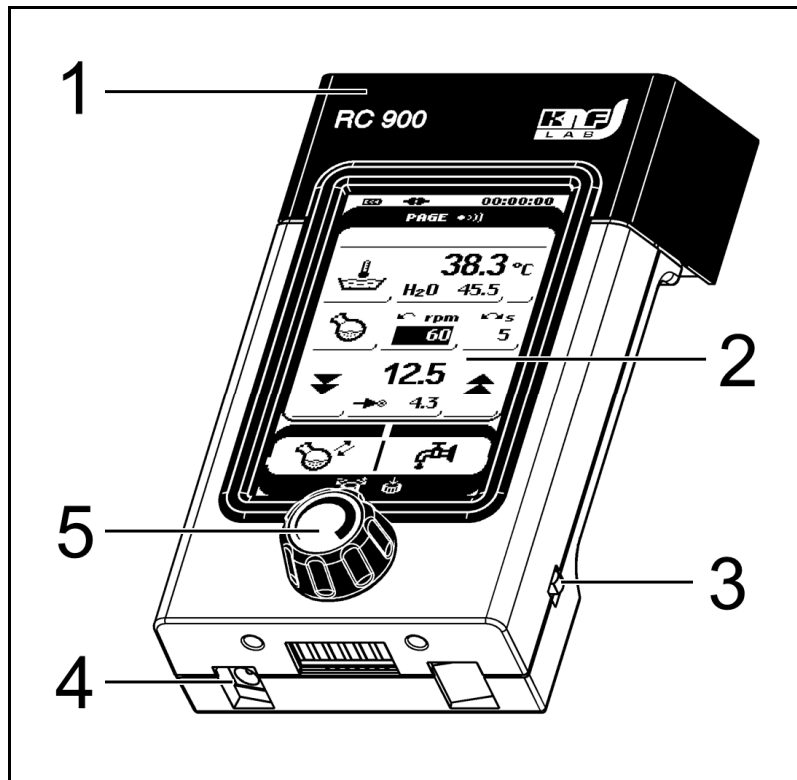

Abb. 2: Hand-Terminal RC 900
Einstellungen lassen sich am Hand-Terminal über den Touchscreen (Abb. 2/2) und über den Drehknopf (5) vornehmen.